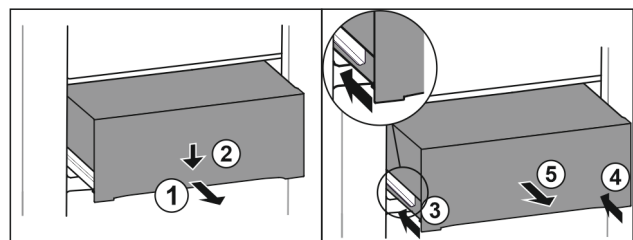

Fig. 99
- Estrarre il cassetto a metà. Fig. 99 (1)
- Premere il cassetto sul lato anteriore verso il basso. Fig. 99 (2)
- Spingere la guida sinistra di circa 2 cm verso l'interno. Fig. 99 (3)
- Spingere la guida destra di circa 2 cm verso l'interno. Fig. 99 (4)
- Rimuovere il cassetto tirandolo in avanti. Fig. 99 (5)